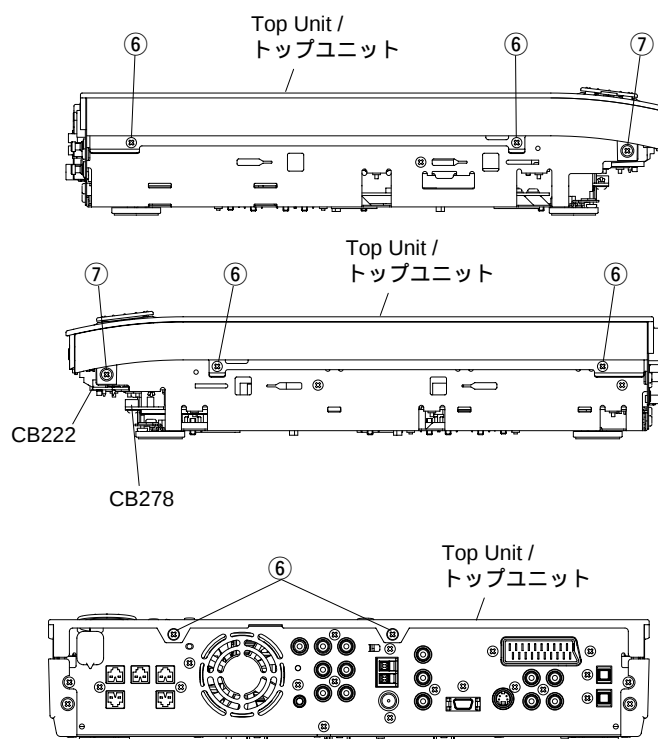

Fig. 4
- Remove 6 screws (⑥) and 2 screws (⑦) in Fig. 4.
- Remove connectors CB222 and CB278 in Fig. 4.
- ⑥のネジ6本、⑦のネジ2本を外します。(Fig. 4)
- コネクタCB222、CB278を外します。(Fig. 4)